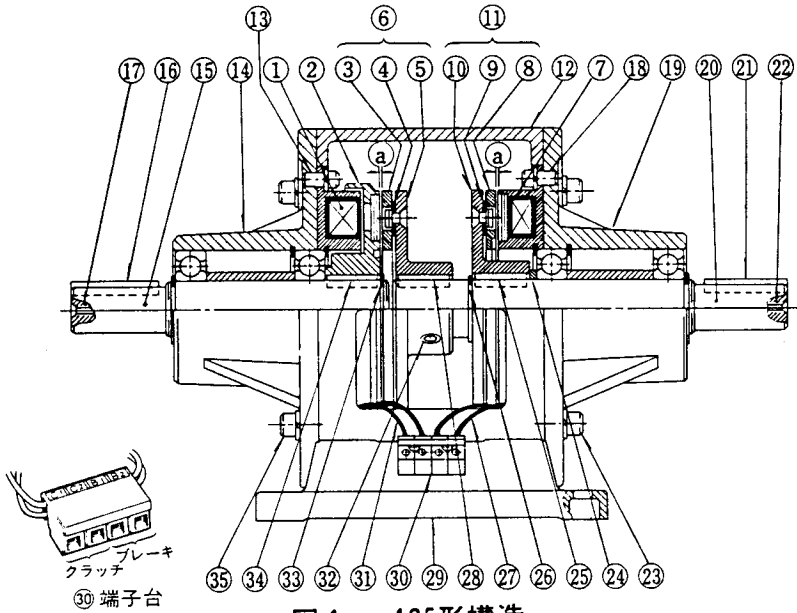

図1 125形構造
125形(図1)：分離された2軸(入力軸と出力軸)をもち、ハウジング内にクラッチとブレーキとを取めたユニットで、コイルを埋め込んだステータは、クラッチ①ブレーキ⑦ともそれぞれ、ハウジング⑫に固定された軸受けカバー⑭および⑰に取付けられています。クラッチステータと入力軸⑮上にキー止めされたロータ②とは、わずかなエアギャップをもって組合わされ、磁極を形成します。対向する出力軸⑳端にクラッチアーマチュア1形⑥がロータ②と空隙①を保ってキー止めされ、これらステータ・ロータ・アーマチュア1形とでクラッチを構成します。一方、出力軸⑳上にはブレーキアーマチュア2形⑪がキー止めされ、ブレーキステータ⑦と空隙①を保って組合わされ、ブレーキを構成します。